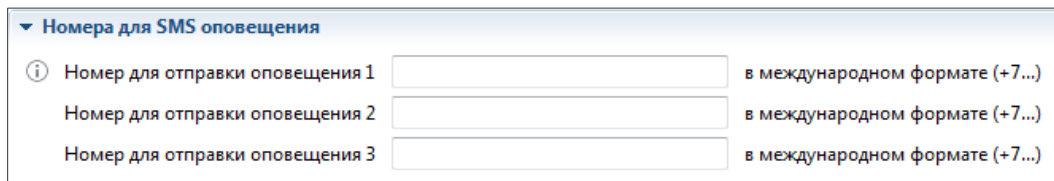

Рис. 53. Номера для SMS-оповещений о событиях на входе.
- **Номер для отправки сообщений** (в международном формате) — телефонные номера, на которые будут отправляться SMS оповещения о событиях на входе. В параметрах настройки можно задать до трех абонентов (Рис. 53).